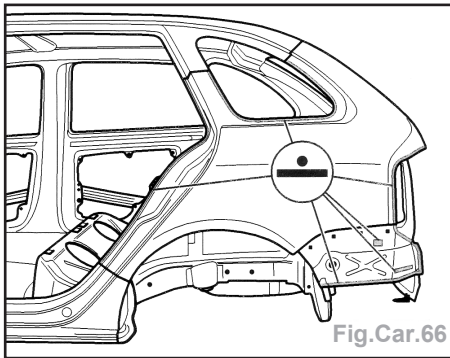

Fig.Car.66
- Souder la pièce latérale par soudure ponctuelle (Fig.Car.66).